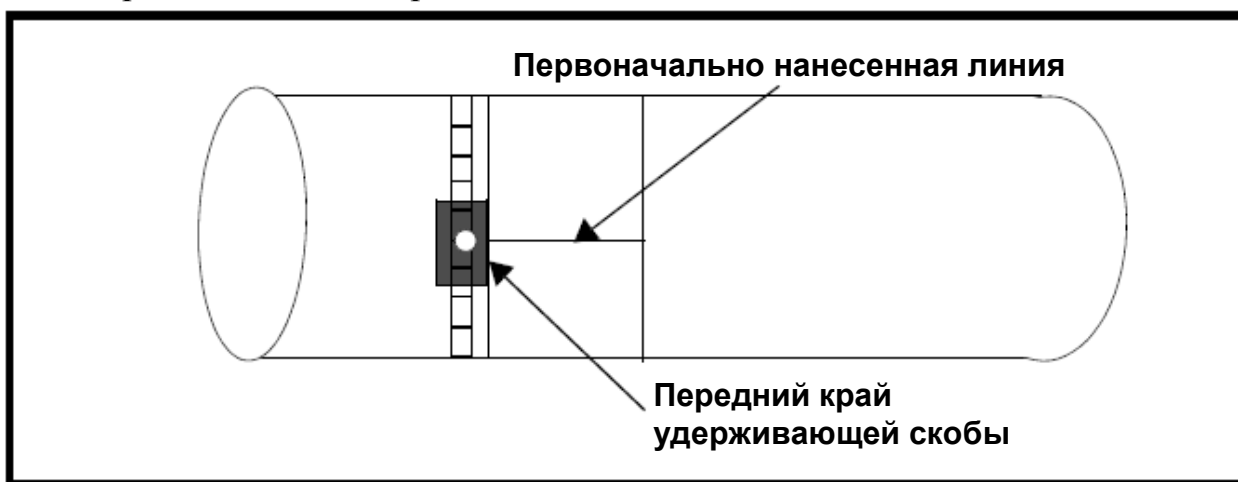

Рис. 3-17: Настройка положения первой скобы
3. Выровняйте один край удерживающей скобы приспособления CFG-PI по первоначально нанесенной линии и полностью натяните цепь или ленту (см. рис. 3-17 и 3-18, приведенные ниже).